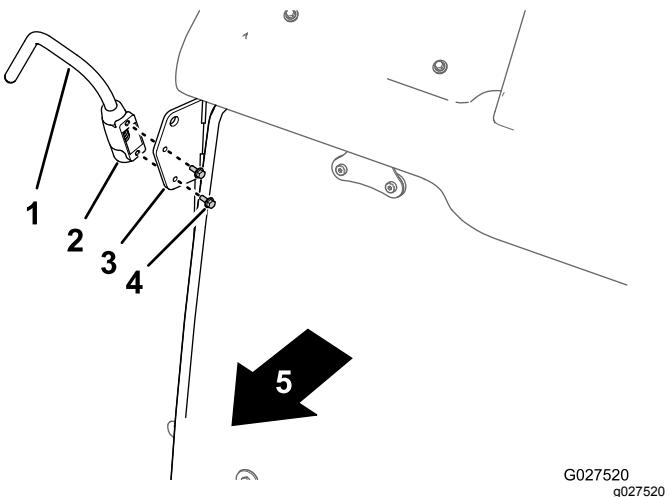

Figure 4
- Alignez le support de montage du bras de support et la patte de montage du rétroviseur sur le montant A de la cabine (Figure 4).
- Fixez le bras de support sur le montant au moyen de 2 boulons à embase (M6 x 16 mm), comme montré à la Figure 4.